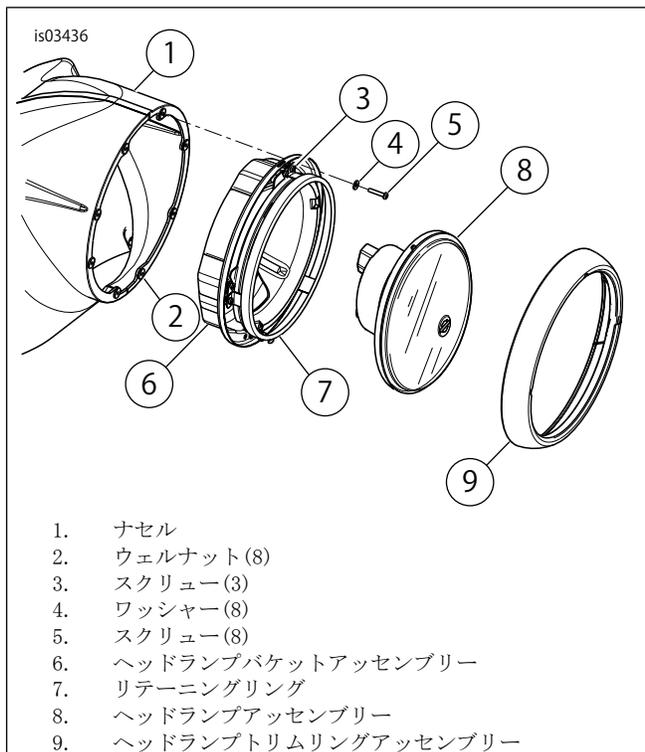

図6。ヘッドランプを取り付けます。
15. 「図6」を参照してください。新品のリテーニングリング(7)と3本のスクリュー(3)を使用して、前の手順で取り外したヘッドランプアッセンブリー(8)をヘッドランプバケット(6)に取り付けます。